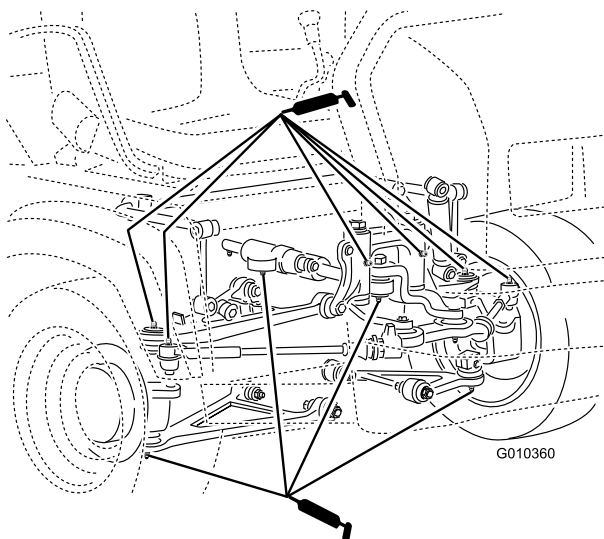

Figure 40
- Rotules (4), biellettes (2), supports de pivot (2) et vérin de direction (2) (Figure 40)